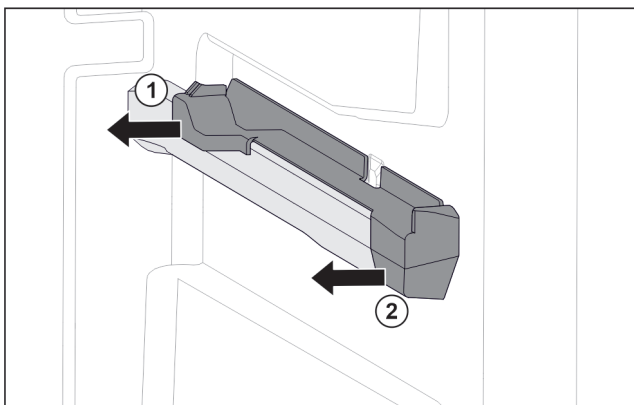

Fig. 73 Element nasadzany na prawym żebro pojemnika
- ▶ Odciągnąć element nasadzany z tyłu w bok. Fig. 73 (1)
- ▶ Odciągnąć element nasadzany z przodu w bok. Fig. 73 (2)